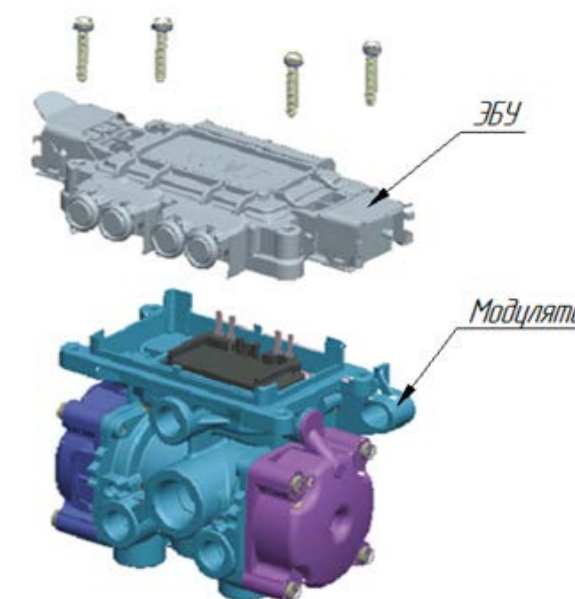

Рисунок 1
1) Электронный блок управления (ЭБУ) (рис.1).
2) Модулятор ABS (рис. 1).